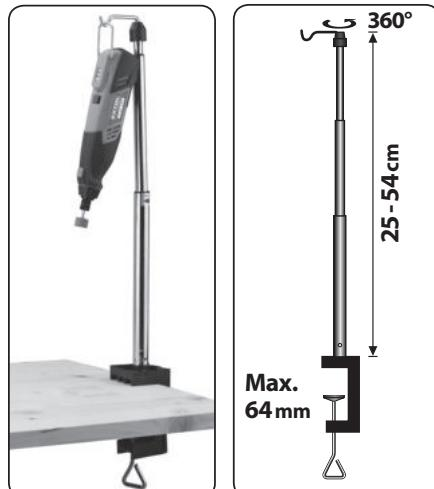

Abb. 3
- Die Akku-Minischieleifmaschine kann dank der Öse am Ständer aufgehängt werden, siehe Abb. 3.